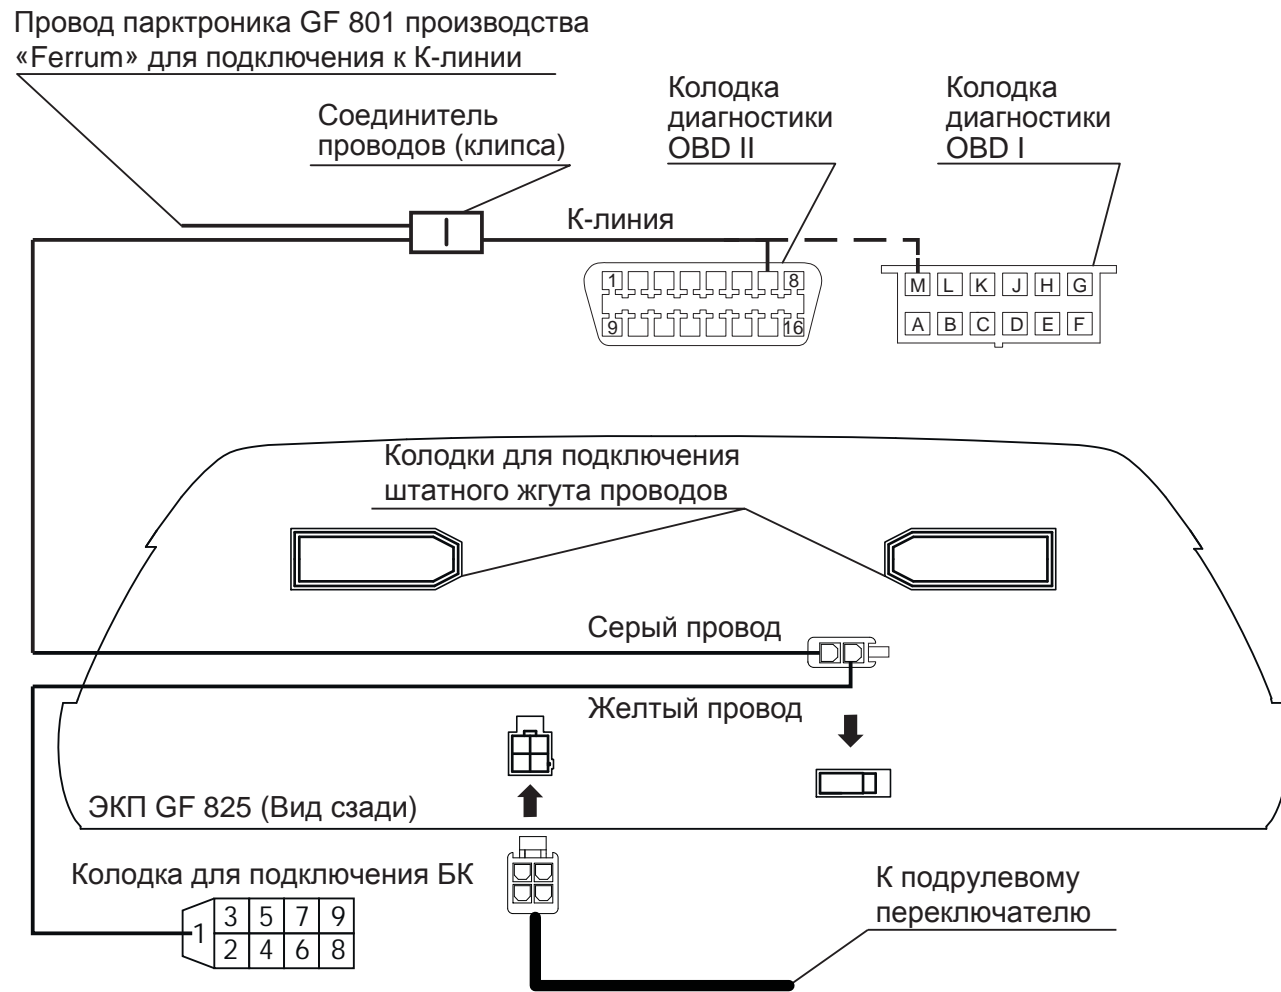

Рис. 13
- 2.1.7 Проложите внутри панели приборов серый провод для подключения к К-линии. Подключите жгут к диагностической колодке OBD II и к гнезду ЭКП GF 825 (Рис. 13, стр. 14). Диагностическая колодка располагается:
- 2.1.9 Демонтируйте штатный правый подрулевой переключатель и установите на его место подрулевой переключатель из комплекта ЭКП GF 825. Подключите подрулевой переключатель к ЭКП GF825 (Рис. 13, стр. 14).
- 2.1.10 Подключите две штатных колодки жгута проводов к колодкам устанавливаемой ЭКП GF 825 (Рис. 13, стр. 14).
- 2.2.1 Подключите провод «К-линии» парктроника GF 801 к серому проводу комплектного жгута для подключения к К-линии (Рис. 13, стр. 14), а не к «колодке для БК», как это указано в «Руководстве по эксплуатации для GF 801». Соединение проводов выполняется клипсой, входящей в комплект парктроника GF 801.